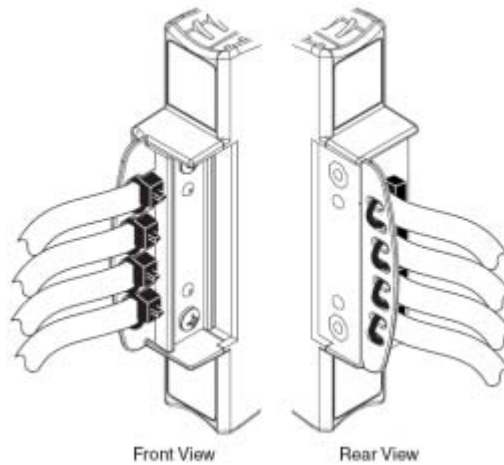

Figura 61.- Asegurando con las bandas para cables
- Coloque nuevamente la tapa en su lugar y coloque bandas para asegurar los cables como se muestra en la Figura 61.